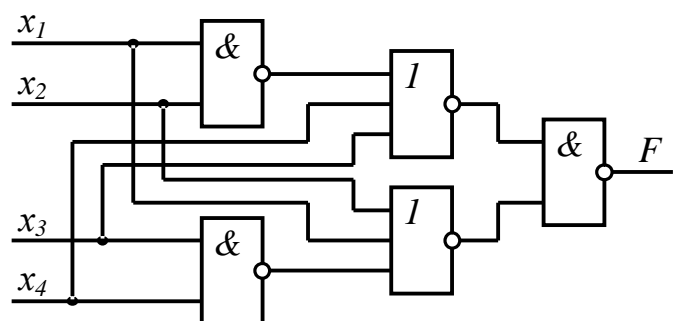

Рис. 13.16
**13.42.** Яку логічну функцію реалізує схема (рис. 13.16)?